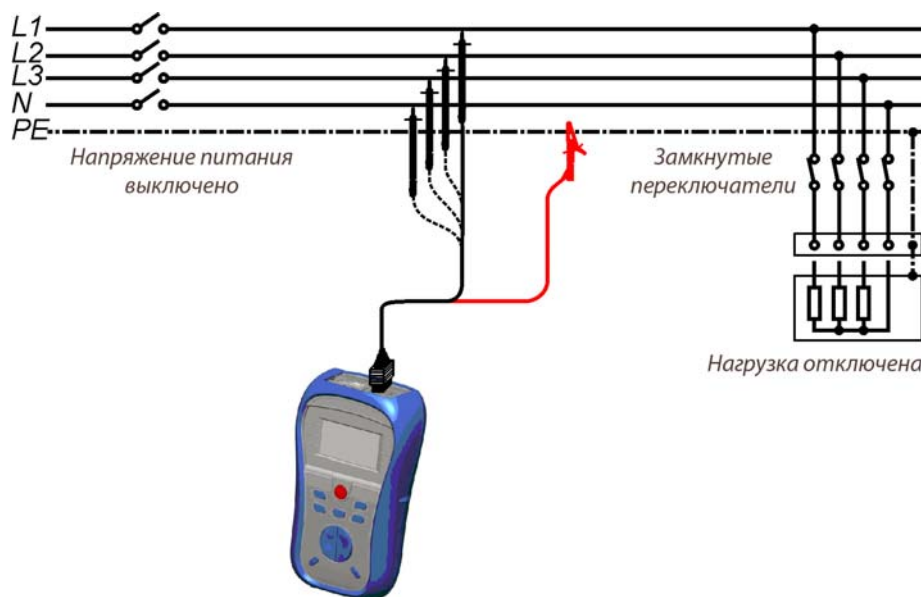

Рисунок 5.2: Подключение 2-проводного измерительного кабеля
- ❑ **Подсоедините** измерительный кабель к верхней части прибора и к измеряемому объекту (см. рисунок 5.2).